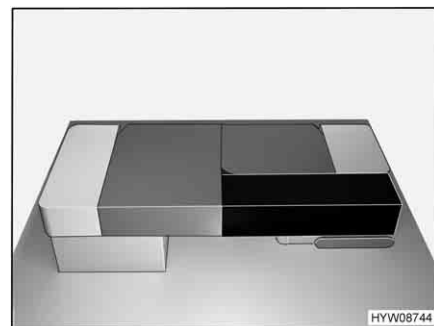

Fig. 35 Dopo la trasformazione
- Sistemare il cuscino del sedile e dello schienale come illustrato nella Fig. 35.
- Sistemare un cuscino aggiuntivo come illustrato nella Fig. 35.